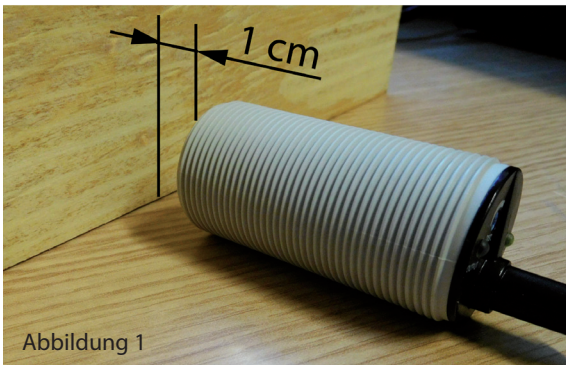

Abbildung 1
- ◆ Positionieren Sie vor der Sonde ein **Holzbrett** (siehe Abbildung 1) in einem Abstand von ungefähr 1 cm.